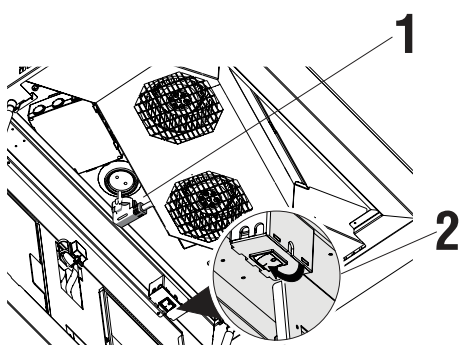

Abb. 11
6. ➔ In Ihrer Dunstabzugshaube befindet sich ein Sicherheitsschalter für den Betrieb ihrer Dunstabzugshaube. Dieser Sicherheitsschalter befindet sich in der Aus-Position. Dies dient ihrer Sicherheit bei der Montage der Dunstabzugshaube. Stellen Sie den Sicherheitsschalter nach Abschluss der gesamten Installation in die Position Ein (Abb. 11/2).